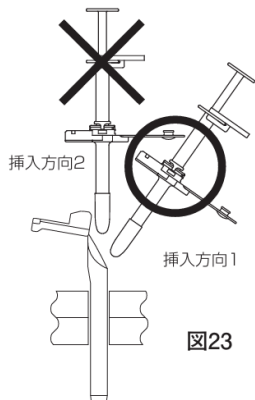

図23
- （図23）ボタン先端をシースのスリットに向けて挿入すると（挿入方向2）、挿入ルートが逸脱し、ボタンの挿入困難の可能性や、腹腔内誤留置の危険性がある。